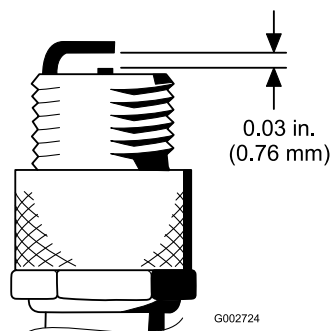

図 28
4. エア・ギャップを 0.76 mm に調整する(図 28)。ガスケット・シールと共に点火プラグをエンジンに取り付け、200 in-lb. (23 N.m = 2.3 kg.m) にトルク締めする。トルクレンチがない場合は十分に締め付ける。